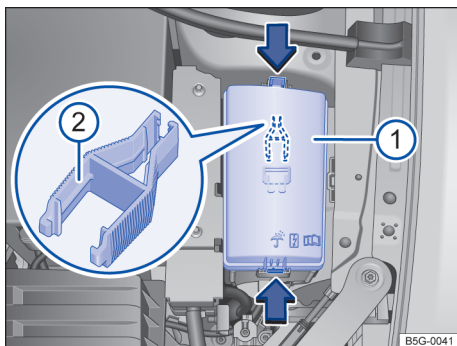

Fig. 140 No compartimento do motor: cobertura  da caixa de fusíveis com pinça de plástico .
- Pressionar as travas no sentido da seta → Fig. 140 , para destravar a cobertura da caixa de fusíveis.
No lado interno da cobertura da caixa de fusíveis no compartimento do motor pode haver uma pinça de plástico → Fig. 140  para a retirada dos fusíveis.